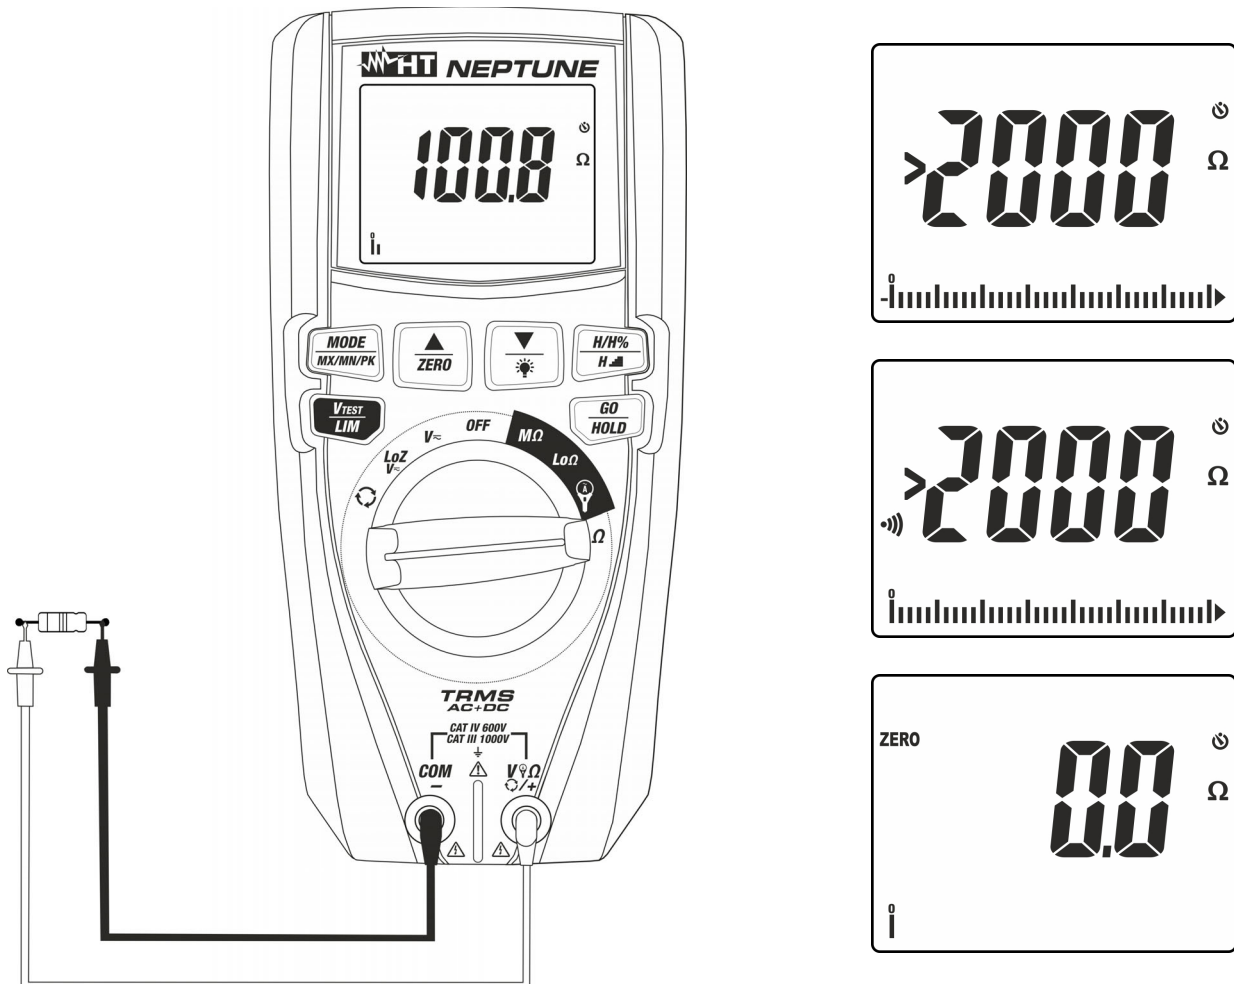

Fig. 9: Utilisation de l'instrument pour mesure de résistance et test de continuité
4. Positionner les embouts sur les points désirés du circuit sous test (voir Fig. 9). La valeur de résistance est visualisée à l'écran.
5. Si le message affiché à l'écran est « >2000 Ω » (voir Fig. 9), cela indique qu'on a atteint le fond d'échelle de l'instrument